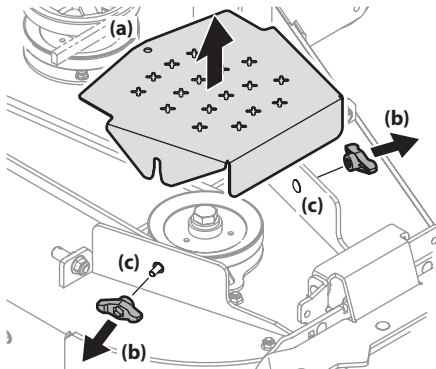

Figure 4-19
- Pour retirer les couvercles de courroies (a), retirez les écrous papillons (b) des boulons de carrosserie (c) qui fixent les couvercles sur le plateau de coupe. Voir Figure 4-19.
- L'écrou devrait maintenir les boulons (c) en place. Sinon, installez la quincaillerie comme illustré à la Figure 4-19.